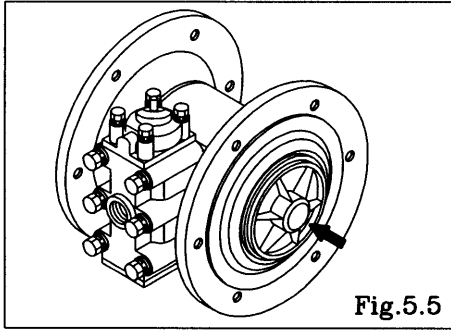

Fig.5.5
〈Fig.5.5〉
- 从单边已拆下中盘（外侧）处，取下隔膜、中盘（内侧），然后从本体上取下另一侧的中盘、隔膜和中央连杆。〈Fig.5.5〉